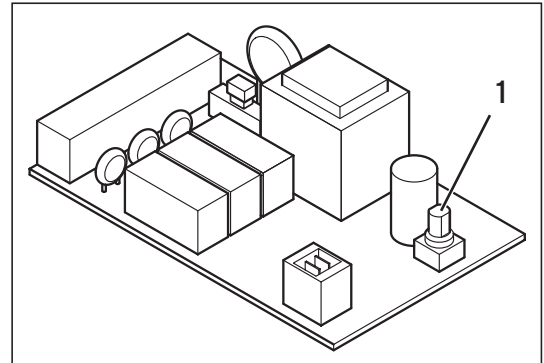

Fig. 4.3 Impostazione dell'indirizzo bus
- Impostare il commutatore d'indirizzo (1) (v. Fig. 4.3) dell'accoppiatore collegato in base al relativo indirizzo bus. L'indirizzo bus si riferisce alla posizione dell'apparecchio all'interno della cascata.